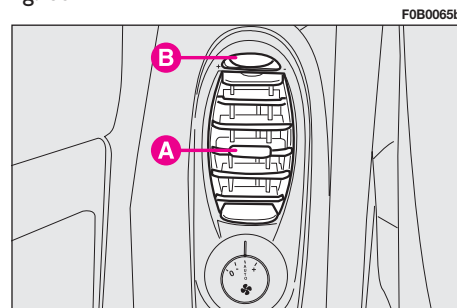

fig. 86
**REGULACIÓN DE LAS REJILLAS POSTERIORES REGULABLES DE LA SEGUNDA FILA fig. 86**